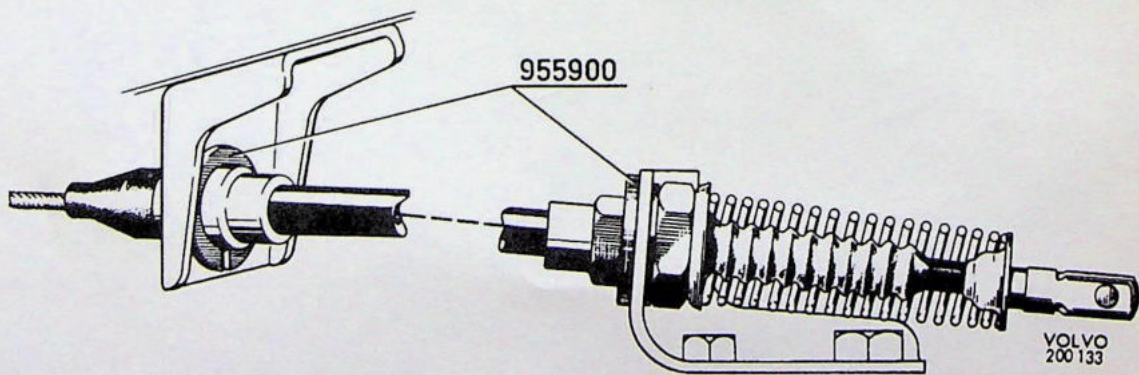

Fig. 2
2. Door de askanteling moet de vergrote afstand tussen beide bevestigingspunten van de respektievelijke handrem-buitenkabels weer worden gereduceerd. Dit kan het beste gebeuren door beide voorste steunpunten iets te verbuigen, zodat zij een verticale stand innemen met een afwijking van $+2^{\circ}$. Indien deze ingreep onvoldoende blijkt te zijn, monteer dan ringen (onderdeelno. 955900 met 6 mm. gleuven) tussen de steunen en buitenkabelkragen, zoals in Fig. 2 wordt getoond.